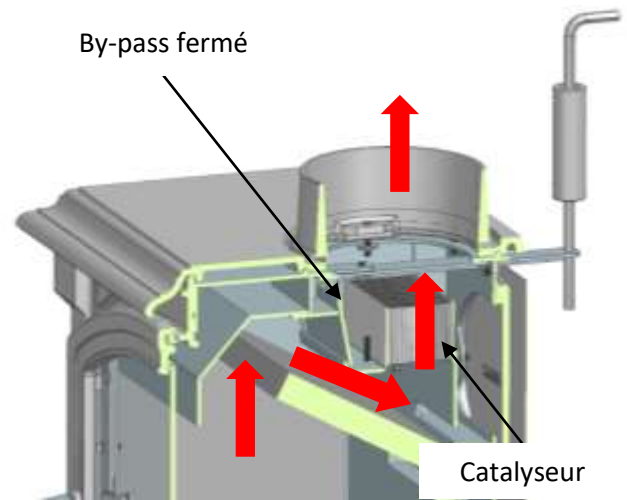

Fig. 19
5. Lorsque le feu est stabilisé, positionnez le levier de combustion sur la position de fonctionnement avec bois (point «A»), ensuite réglez le bouton de combustion sur la position souhaité manuellement ou en utilisant la télécommande, en appuyant sur les touches «OFF/LO» ou «ON/HI». Si votre poêle possède le système Catalytic Hybrid Woodbox, fermez le by-pass pour que tous les gaz passent au travers du catalyseur (Fig. 19) et obtenir ainsi l'efficacité maximale du poêle. **Utilisez l'outil fourni et protégez vos mains pour cette manipulation.** De plus, s'il possède la régulation de tirage, vous pouvez réguler la combustion en actionnant le bouton.